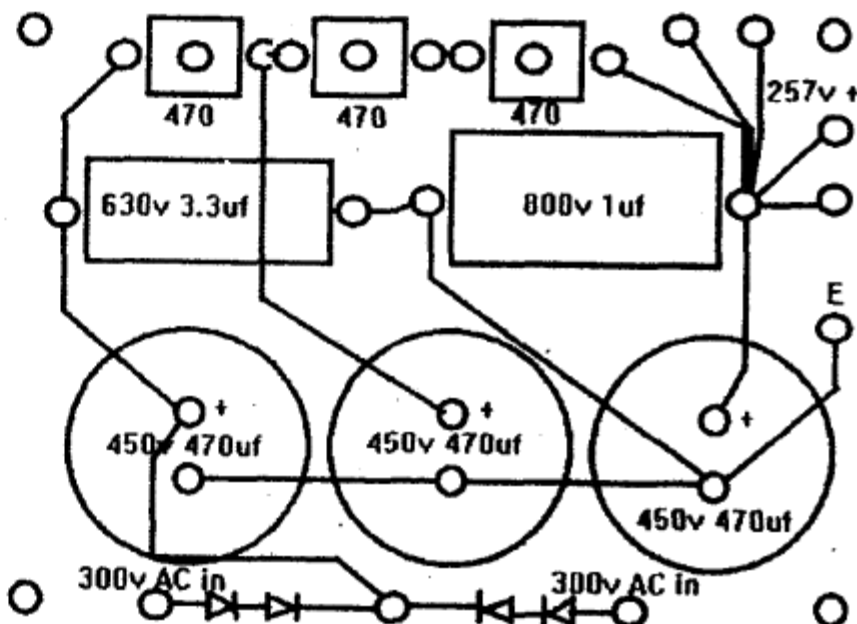

图3
图3是放大板的布局,其中灯丝线(图中横穿三个电子管座的绞合线)是用两根特富龙镀银线紧密绞合在一起,然后用绞合线将3只电子管的灯丝引脚并在一起,接到电源变压器的灯丝绕组(6.3V)上。6V6GTA的阴极电阻为270 $\Omega$ ,由于我手头没有270 $\Omega$ 的大功率电阻,就用了一个680 $\Omega$ /7W和一个470 $\Omega$ /11W的无感陶瓷电阻并起来代替了。
如图3所示,从主芯片N100(TDA9373PS/CH05T1606)第②脚输出的枕形失真校正信号经电阻R163加到N400第⑫脚,经N400第⑪⑫⑬脚内部功率放大电路放大后,从第⑪脚输出,该脚输出的枕形失真校正信号经R426A(3W/33Ω)限流、VD426(BZT33)限幅、再经隔离电感L440(通低频、阻高频)送到行偏转支路,以调制行偏转电流,达到光栅枕形失真校正的目的。测二极管VD426负端电压为5.7V,机器正常工作时该脚电压应为20V左右。断开电阻R426A(3W/33Ω),通电观察场幅恢复正常,同时VD426负端电压上升到33V。但光栅行幅变小且枕形失真。由此判定枕形失真校正电路出现故障。恢复断开电路,检查并代换枕校电路中相应器件,最后代换无极性电容C426(100V/10μF)后,光栅完全恢复正常。故障被排除。
为找到突破口, 决定从行幅大、枕形失真现象着手, 将检修部位转移到枕校电路。参阅图3所示。测二极管VD426(BZT33)负端电压为12.4V, 断开电阻R426A(3W/33Ω), 通电测VD426负端电压只有16.5V, 明显低于正常值(正常时断开R426A后该点电压应为VD426的稳压值33V), 于是判定VD426损坏, 用同型号(BZT33)二极管将其代换, 通电, VD426负端电压上升到33V, 恢复断开的R426A, 试机, 故障排除。▲